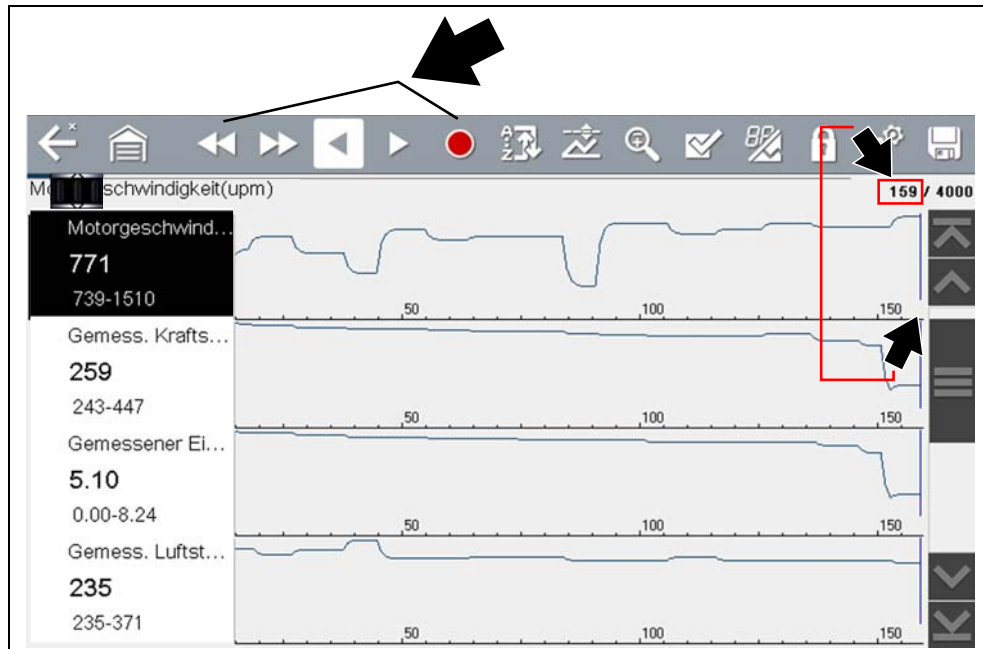

Abbildung 4-35
- werden die Steuersymbole der Dateneinsicht in der Werkzeugleiste angezeigt (Abbildung 4-35). Gehen Sie die Daten mit den Steuersymbolen genau durch und verschieben Sie den blauen Cursor.
- zeigt der blaue (vertikale) Cursor (Abbildung 4-35) Ihre Position in den Daten an und wird durch den aktuellen Positionswert im Positionszähler wiedergegeben. Dieser Cursor wird in allen PIDs angezeigt.